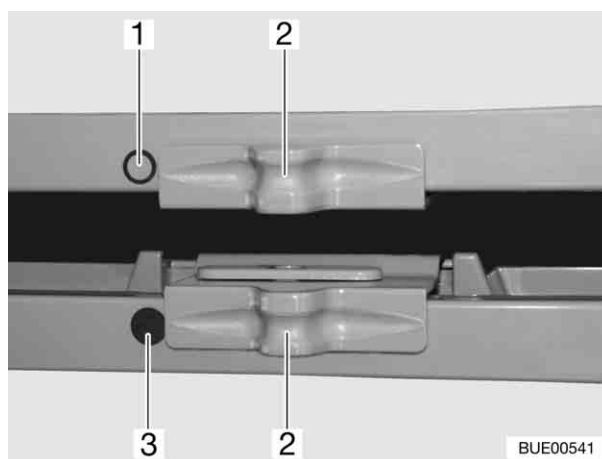

Fig. 102 Bloccaggio della porta del frigorifero/
- Spingere il bloccaggio (Fig. 102,2) di lato in modo che l'anello "○" (Fig. 102,1) sia visibile.
- Spingere il bloccaggio (Fig. 102,2) di lato in modo che l'intero punto "●" (Fig. 102,3) sia visibile.